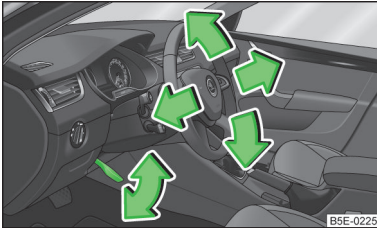

Abb. 115
- Den Hebel unter dem Lenkrad nach unten schwenken » Abb. 115.